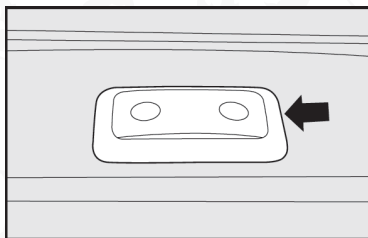

fig. 23
- Utilizando un desarmador plano en el punto indicado por la flecha de la fig. 23, quite el conjunto de la luz del compartimento de carga, que está colocado a presión;